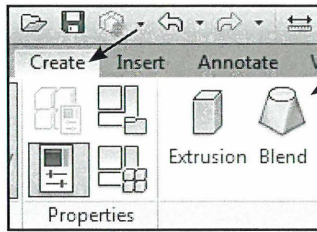

Fig. 04.43. Vælg Create - Blend.
- Vælg *Create - Blend* (Fig. 04.43).